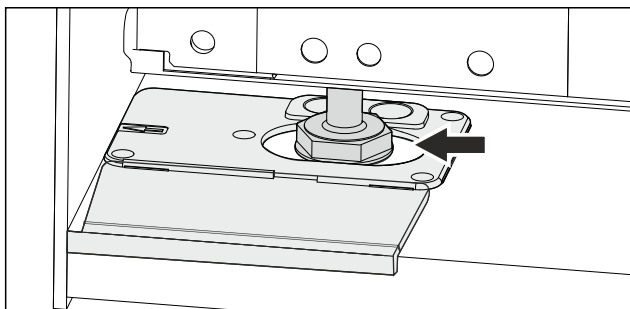

Fig. 50
- ▶ Gerät über die Stellfüße ausrichten. Fig. 50 ()